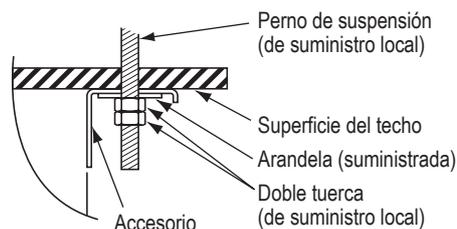
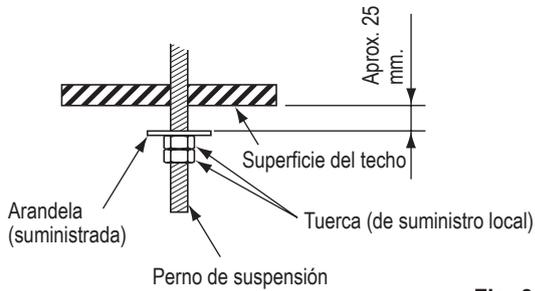

Fig. 3-11
Fig. 3-13
- (6) Ejecutar los trabajos de preparación para suspender la unidad interior. El método de suspensión varía en función de si existe un falso techo o no. (Figs. 3-11 y 3-12)
- (7) Suspender la unidad interior como sigue:
- a) Montar 1 arandela y 2 tuercas hexagonales en cada perno de suspensión (Fig. 3-13).